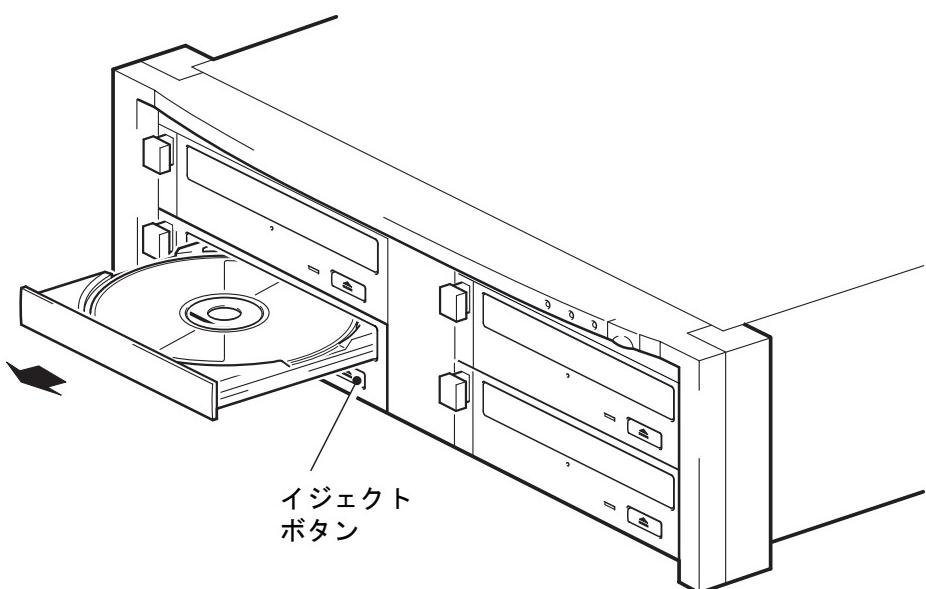

図 4b: ディスクのアンロード
- 2 図 4b のようにイジェクト・ボタンを押します。ディスク・ローディング・トレイが出てきます（数秒かかる場合があります）。